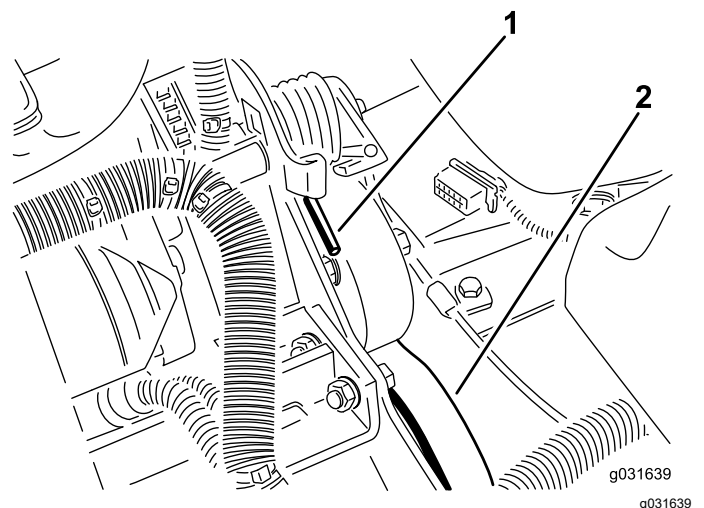

Figura 57
2. Empuje hacia adelante y hacia abajo sobre el extremo del muelle para desengancharlo del soporte y liberar la tensión (Figura 57).